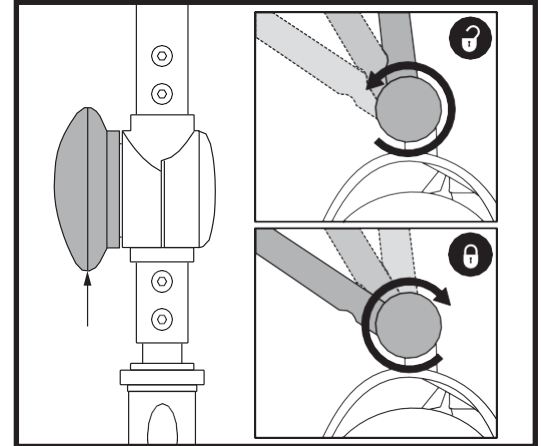

Abbildung 23. Einstellschraube
WINKEL-EINSTELLUNG DER LENKSTANGE (Siehe Abb. 23)
1. Senken Sie bei abgenommenem Sitz und entferntem Batteriesatz (siehe Demontagungsverfahren auf der vorigen Seite) die Lenkstange ab und ziehen Sie die Einstellschraube der Lenkstange fest. **Siehe Abbildung 23.**
3. Heben Sie die Lenkstange an und ziehen Sie den Einstellknopf der Lenkstange vollständig fest. **Siehe Abbildung 23.**